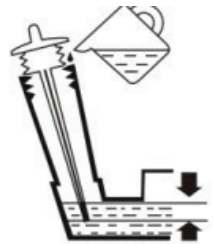

Fig.17
2. Slăbiți joja și citiți nivelul uleiului. Vezi fig. 17
Vezi fig. 17
4. Este necesar să umpleți cu ulei până la marca FULL. A se vedea fig.17.